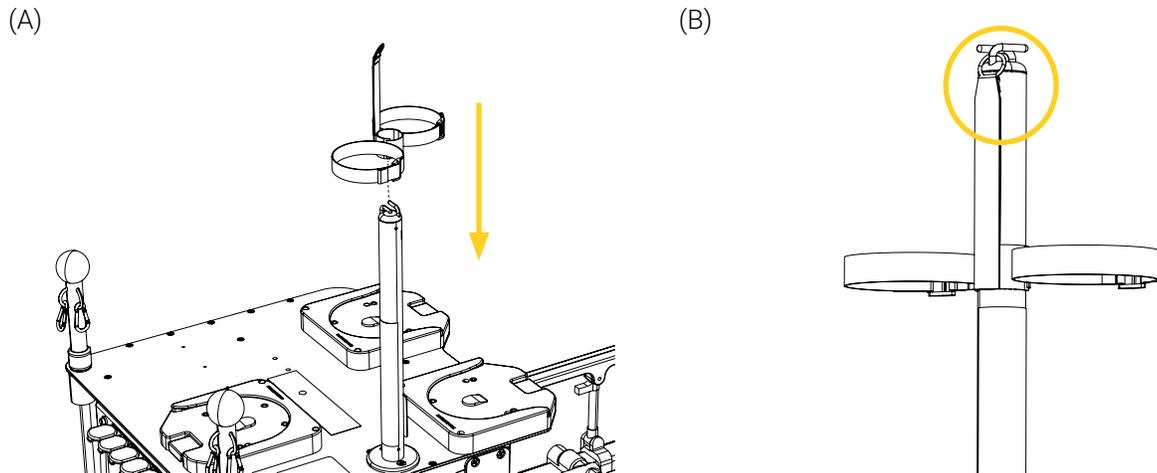

Figure 61: Installation du harnais
6. Insérer la boucle centrale du harnais sur la tige à soluté Techni-IV (Figure 61 A).
7. Accrocher l'œillet à l'extrémité du harnais dans l'un des crochets situés au sommet de la tige à soluté Techni-IV pour l'installer le harnais (Figure 61 B).